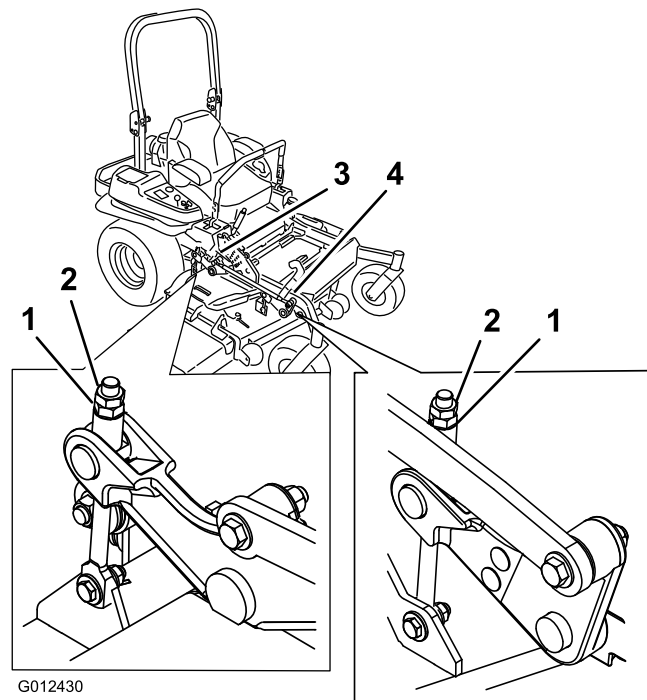

**Figura 93**
9. Em ambos os lados da plataforma, meça do nível da superfície até à ponta dianteira da lâmina (posição A). A medida obtida deve ser 7,6 mm (Figura 93).
15. Em ambos os lados da plataforma, meça do nível da superfície até à ponta traseira da lâmina (posição B). A medida obtida deve ser 8,3 cm (Figura 93).